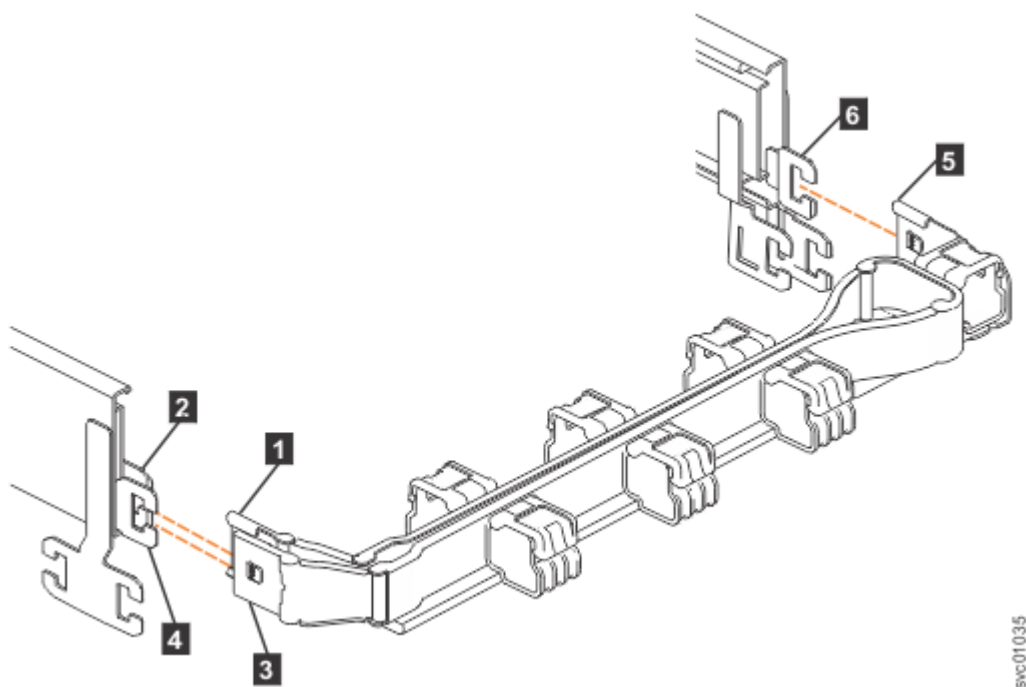
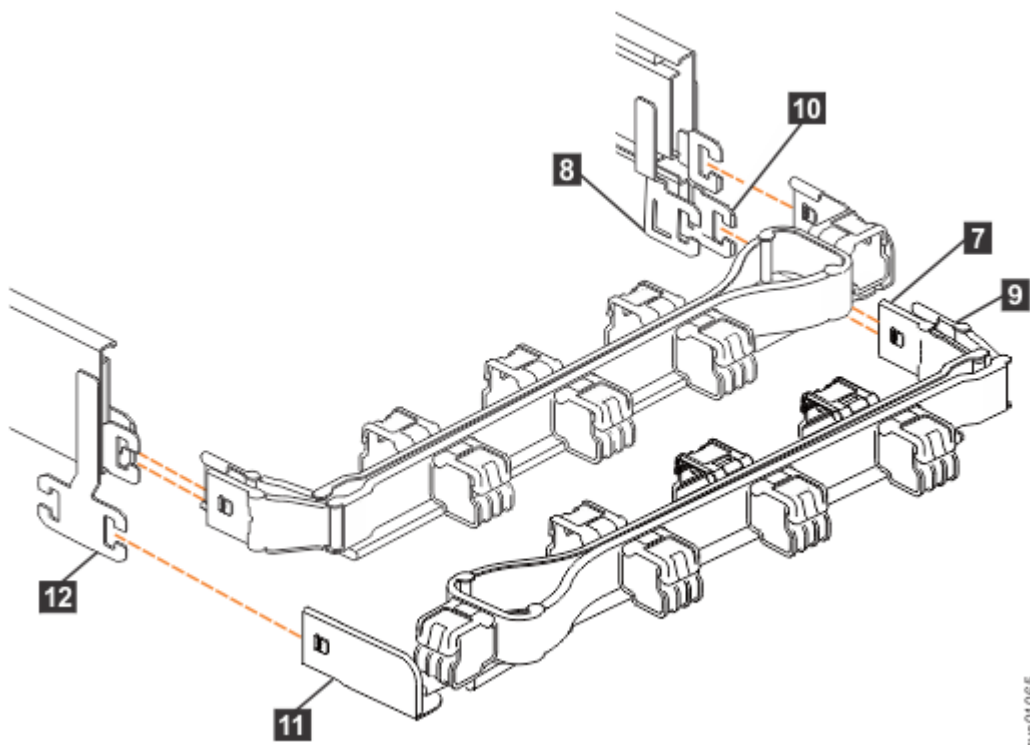

Figura 65. Conectores para o suporte para organização de cabos superior
Figura 66. Componentes do conjunto de CMA inferior
Os conectores do CMA estão instalados nos ganchos do trilho no final dos trilhos de suporte. Figura 65 na página 64 mostra os conectores no conjunto de CMA superior.
1. Pressione a trava na base do conector no conjunto CMA superior (**5** em Figura 65 na página 64).
2. Puxe o conector para removê-lo da base no trilho de suporte direito (**6** em Figura 65 na página 64).
3. Pressione a trava no conector externo do conjunto de CMA superior (**3** em Figura 65 na página 64).
4. Remova o conector externo do membro interno do trilho de suporte esquerdo (**4** em Figura 65 na página 64).
5. Remova o conector interno do conjunto de CMA superior (**1**) do membro interno do trilho de suporte esquerdo (**2**), conforme mostrado em Figura 65 na página 64.
Nota: O procedimento para remover o conjunto de CMA inferior é o mesmo que o procedimento para remover o conjunto de CMA superior. No entanto, os locais do conector são inversos. Por exemplo, a base do conector do CMA superior (**5** em Figura 65 na página 64) se conecta ao trilho direito. A base do conector do CMA inferior (**11** em Figura 66 na página 65) se conecta ao trilho esquerdo.
6. Remova a base do conector do conjunto de CMA inferior (11) do conector no trilho de suporte esquerdo (12), conforme Figura 66 na página 65.
7. Remova o conector interno do conjunto de CMA inferior (9) do membro externo do trilho de suporte direito (10), conforme mostrado em Figura 66 na página 65.
8. Remova o conector externo do conjunto de CMA inferior (17) do membro interno do trilho de suporte direito (8), conforme mostrado em Figura 66 na página 65.